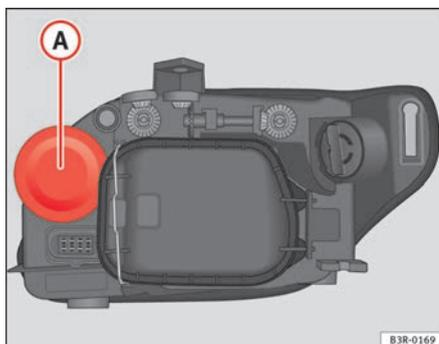

Fig. 191 Máximos
- Retire a tampa de borracha (A) ⇒ fig. 191 puxando-a.